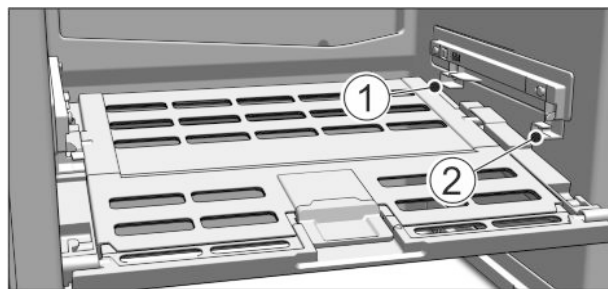

Fig. 48
▶ Поставяне на капака на отделението Fruit & Vegetable-Safe: Пъхнете шийките на капака отдолу в задния държач Fig. 48 (1) и фиксирайте отпред в държача Fig. 48 (2).